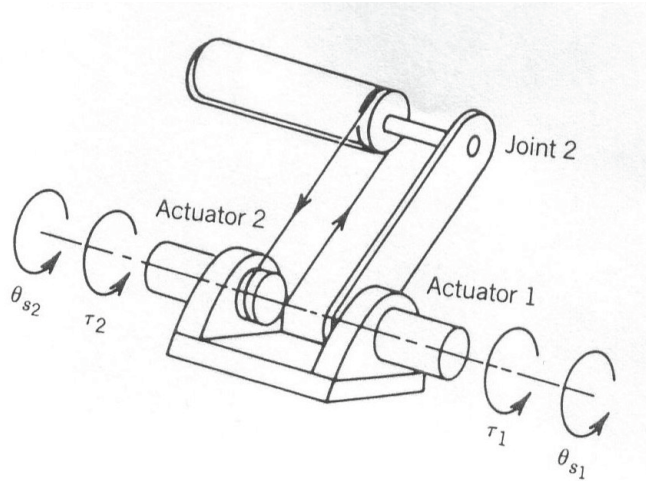

Figura 1: Manipolatore a due bracci attuato in remoto.
- 1) La Figura 1 mostra un manipolatore a due bracci con attuatori montati entrambi sulla base. Si assumano note le caratteristiche inerziali del sistema (da indicare). Si denotino con τ_1 e τ_2 le coppie (esterne) applicate dagli attuatori ai due bracci, e con θ_{s1} e θ_{s2} gli angoli di giunto indicati in Figura. Ipotizzando inestensibile la cinghia di trasmissione verso il braccio 2, si scrivano: (i) i Jacobiani relativi ai due bracci, (ii) la matrice di inerzia \mathbf{B} , (iii) la matrice dei termini centrifughi e di Coriolis \mathbf{C} , (iv) la dinamica del sistema. (v) Ripetere i punti precedenti nel caso in cui i due rami della cinghia possano essere assimilate a molle di trazione lineari (si ipotizzi che il precarico di trazione sia sufficiente a mantenere sempre tesi entrambi i rami della trasmissione). (vi) Indicare, sempre in questo caso, come si modificano le eq.ni del moto se avviene il grippaggio del secondo giunto.